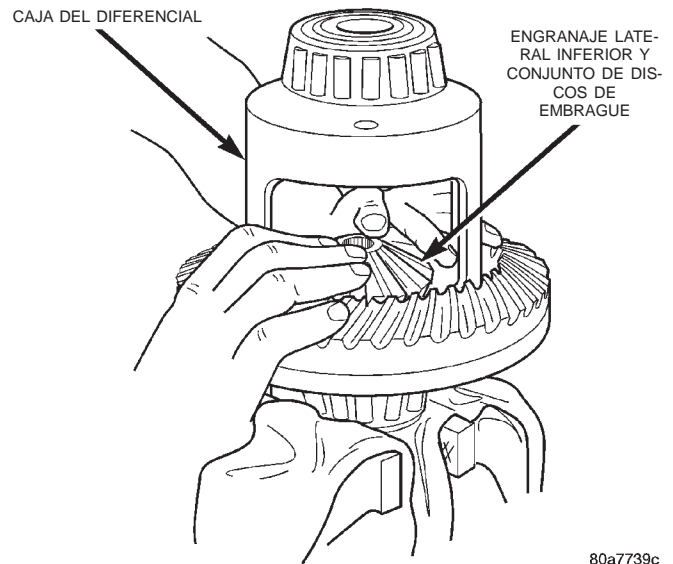
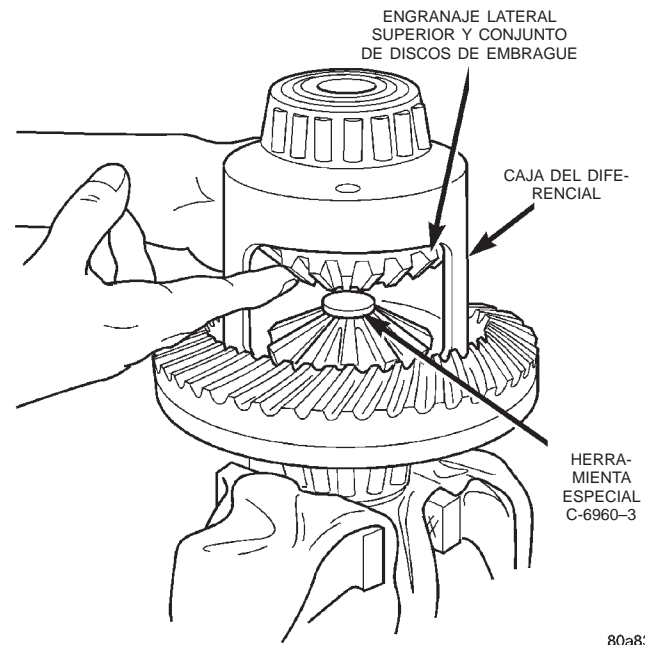

Fig. 74 Instalación de los discos de embrague y el engranaje lateral inferior
Fig. 75 Instalación del engranaje lateral superior y el conjunto de discos de embrague
(2) Emplace los conjuntos de discos ensamblados en las mazas de los engranajes laterales.
(3) Instale el conjunto de embrague y el engranaje lateral en el lado de la corona de la caja del diferencial (Fig. 74). **Asegúrese de que los collarines de retención de la unidad de embrague se mantengan en posición y estén asentados en las cavidades de la caja.**
(4) Coloque la cajas del diferencial en la herramienta de sujeción de engranajes laterales 6965.
(5) Instale la estribera C-6960-3 lubricada en el engranaje lateral inferior (Fig. 75).
(6) Instale el engranaje lateral superior y el conjunto de discos de embrague (Fig. 75).